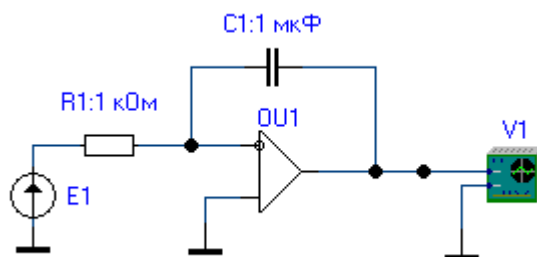

Рисунок 7.2 – Интегратор
7.2 Собрать схему интегратора на идеальном ОУ (рис. 7.2). Проанализировать осциллограмму $U_{\text{вых}}$ при подаче на вход симметричных разнополярных прямоугольных импульсов с амплитудой 1 В и частотой 500 Гц. Исследовать переходный процесс при подаче на вход интегратора однополярных импульсных сигналов.